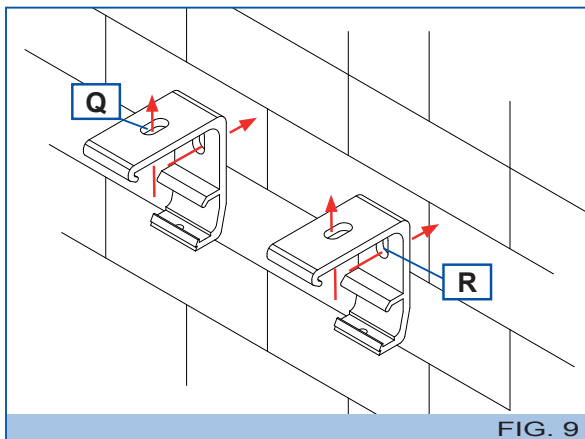

FIG. 9
- ° Per il FISSAGGIO delle STAFFE A PARETE inserire i tasselli nei fori praticati (R) e bloccare le staffe parete/soffitto con gli appositi tasselli.
- ° Per il FISSAGGIO delle STAFFE A SOFFITTO inserire i tasselli nei fori praticati (Q-Fig.9) e bloccare le staffe parete/soffitto con gli appositi tasselli.